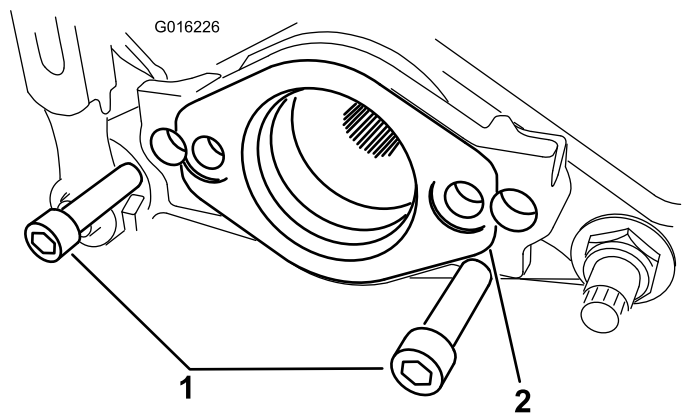

Figure 5
8. Si vous installez le kit sur une tondeuse TriFlex, retirez les 2 boulons qui fixent le support du moteur à l'unité de coupe. Déposez le support du moteur (Figure 5).